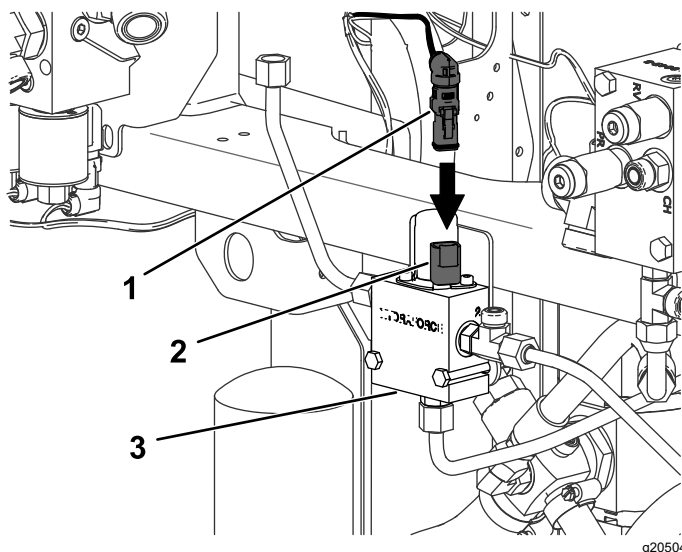

图 31
12. 将新线束的斜角插头接入 3 向歧管上的线圈图 31。